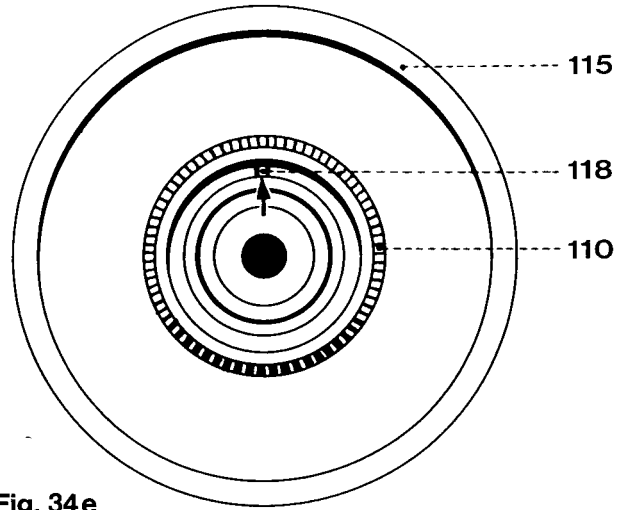

Fig. 34e
- Die Handrad-Auslösescheibe 110, Abb. 34e mit ihrer quadratischen Markierung 118 nach oben in das Handrad einschieben.
- Insert stop motion knob 110 (Fig. 34e) into the balance wheel with its square mark 118 at the top.
- Engager le disque de débrayage 110, fig. 34e, à repère carré 118 en haut, dans le volant.